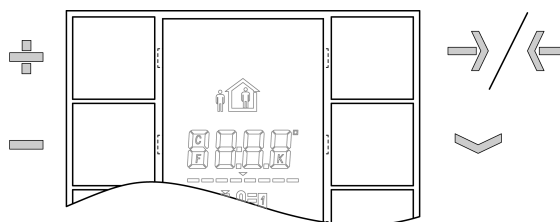

Bild 2: Menütasten
- Ins Menü wechseln: Gleichzeitig die beiden obersten Tasten drücken (Bild 2).